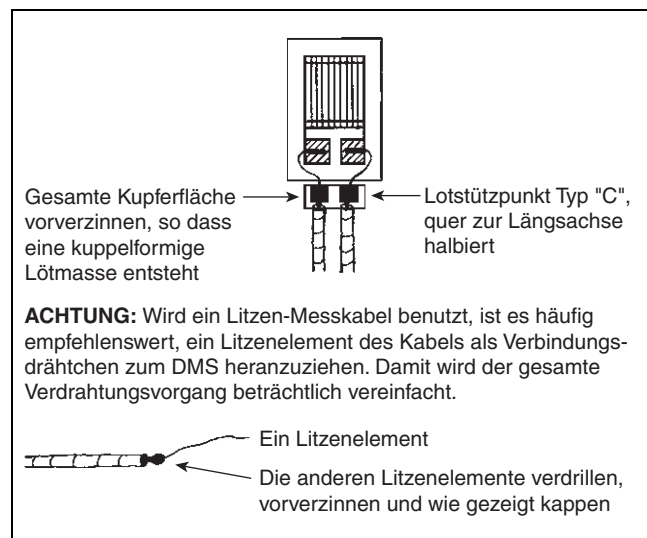

Abb. 1 - "Halbierte Lötstützpunkte" zur Anwendung bei hohen Dehnungsfeldern
4. Elektrolyt-Kupferfolie hat von Natur aus ein schlechtes Ermüdungsverhalten. Wann immer möglich, sollte man die Lötstützpunkte so installieren, dass ihre Längsachse in Richtung der Achse minimaler Dehnung verläuft. Überschreitet der Dehnungspegel $\pm 500\mu\text{m/m}$, und wird von der Installation eine lange Betriebsdauer unter zyklischer Belastung erwartet, sollten Lötstützpunkte der Konfiguration "C" eingesetzt werden, wobei diese quer zu ihrer Länge halbiert werden (Abb. 1). Damit wird die Klebelänge des Lötstützpunkts reduziert, und die gleiche Lötzinne verbindet beide Leitersysteme (Messkabel und Verbindungsdrähtchen zum DMS). Damit wird ein Ermüdungsbruch der Kupferfolie zwischen Lötunkten vermieden.
ACHTUNG: Bei den gezeigten Methoden mit Typ "C" kann auch die "Halbierungstechnik" aus Abb. 1 eingesetzt werden.